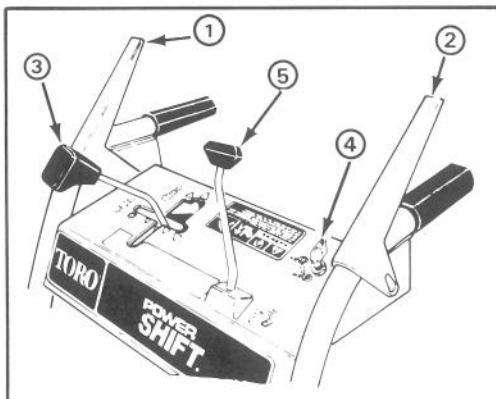

Figure 9
Commande de tarière/roue hélice (fig. 9)—Cette commande peut se régler sur deux positions : EMBRAYÉE et DÉBRAYÉE. Pour embrayer la tarière et la roue hélice, appuyez le levier contre la poignée droite. Pour débrayer, relâchez le levier.
Commande d'entraînement de traction (fig. 9)—Pour engager la traction ou mettre le mécanisme Power Shift en service, le levier doit être pressé contre la poignée gauche. Pour arrêter la traction, relâchez le levier.
Commande de changement de vitesse (fig. 9)—La commande présente quatre vitesses avant et deux arrière et permet également l'asservissement Power Shift des roues. Pour passer les vitesses, réglez cette commande sur la position désirée.
Verrouillage de la tarière (fig. 9)—Lorsque les commandes de tarière/roue hélice et d'entraînement de traction sont enclenchées, la commande de traction verrouille la commande de tarière/roue hélice en position enfoncée. Il suffit de relâcher la première pour désenclencher la seconde.
Commande de goulotte d'éjection (fig. 9)—Faites tourner la commande de goulotte d'éjection dans le sens horaire afin d'orienter la goulotte vers la droite et dans le sens inverse pour l'incliner de l'autre côté.
Contacteur d'allumage (fig. 9)—Le contacteur se règle sur deux positions CONTACT MIS et CONTACT COUPÉ. Tournez la clé sur CONTACT MIS avant de faire démarrer le moteur et sur CONTACT COUPÉ pour arrêter celui-ci.
4. Mettez le contact (fig. 9).
1. Relâchez les commandes d'entraînement de tarière/roue hélice et de traction (fig. 9).
2. Réglez le sélecteur de vitesse au point mort (N).